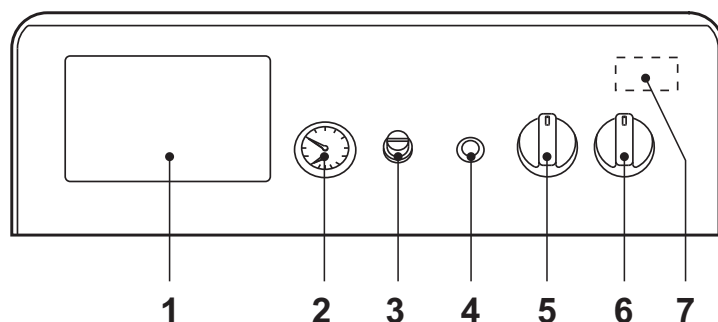
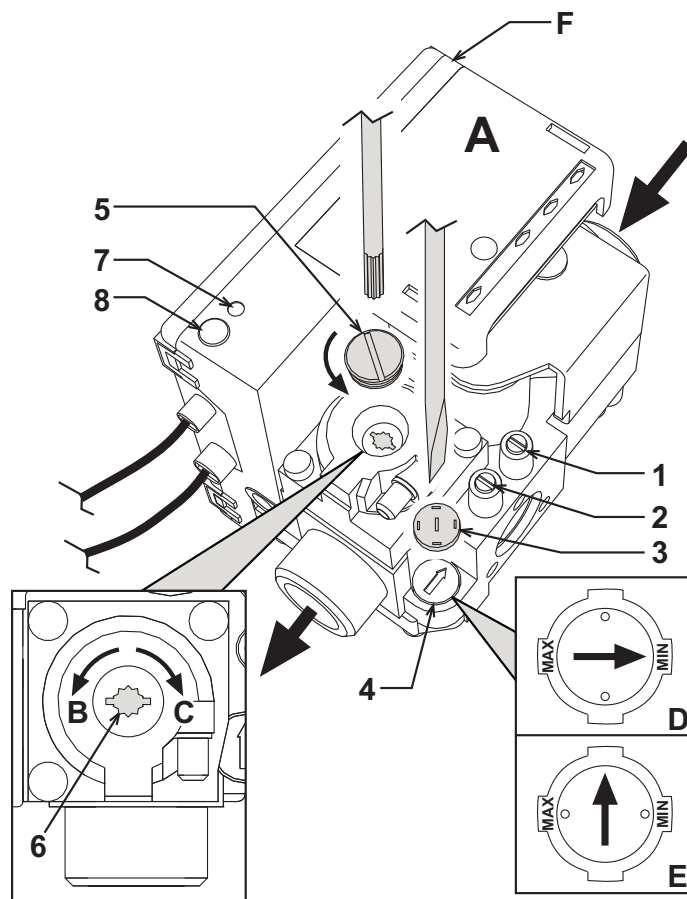

fig. 1 - Pannello comandi
fig. 3 - Regolazione della pressione
- Portare l'interruttore generale "6" sulla posizione 1 (fig. 1).
- Qualora la caldaia venga dotata di una centralina elettronica termostatica, montata in posizione 1 di fig. 1, l'utente dovrà tenere conto anche delle istruzioni fornite dal costruttore della stessa.
Ruotando la manopola 5 di fig. 1 in senso orario la temperatura dell'acqua di riscaldamento aumenta, in senso antiorario diminuisce. La temperatura può essere variata da un minimo di 30° ad un massimo di 90°. Consigliamo comunque di non far funzionare la caldaia al di sotto dei 45°.
Impostare tramite il termostato ambiente la temperatura desiderata all'interno dei locali. Su comando del termostato ambiente la caldaia si accende e porta l'acqua impianto alla temperatura impostata dal termostato di regolazione caldaia 5 di fig. 1. Al raggiungimento della temperatura desiderata all'interno dei locali il generatore si spegne.
La pressione di caricamento ad impianto freddo, letta sull'idrometro caldaia part. 2 di fig. 1, deve essere di circa 1,0 bar. Qualora durante il funzionamento la pressione dell'impianto scendesse (a causa dell'evaporazione dei gas disciolti nell'acqua) a valori inferiori al minimo sopra descritto, l'utente dovrà, agendo sul rubinetto di caricamento, riportarla al valore iniziale. A fine operazione richiudere sempre il rubinetto di riempimento.
Collegare un manometro alla presa di pressione 2 (fig. 3) posta a valle della valvola gas, ruotare la manopola del termostato caldaia (rif. 5 - fig. 1) sul valore massimo.
Dopo aver tolto il tappo di protezione 5 (fig. 3), regolare la pressione del gas al bruciatore a mezzo della vite 6 al valore desiderato (vedere tabella dei dati tecnici e i diagrammi di variabilità di potenza riportati nel cap. 5).
2. Togliere dalla valvola gas il piccolo cappuccio di protezione 3 (fig. 3). Con un piccolo cacciavite regolare lo "STEP" d'accensione per il gas desiderato (G20-G25 posizione D fig. 3 oppure G30-G31 posizione E fig. 3); rimettere quindi il cappuccio.